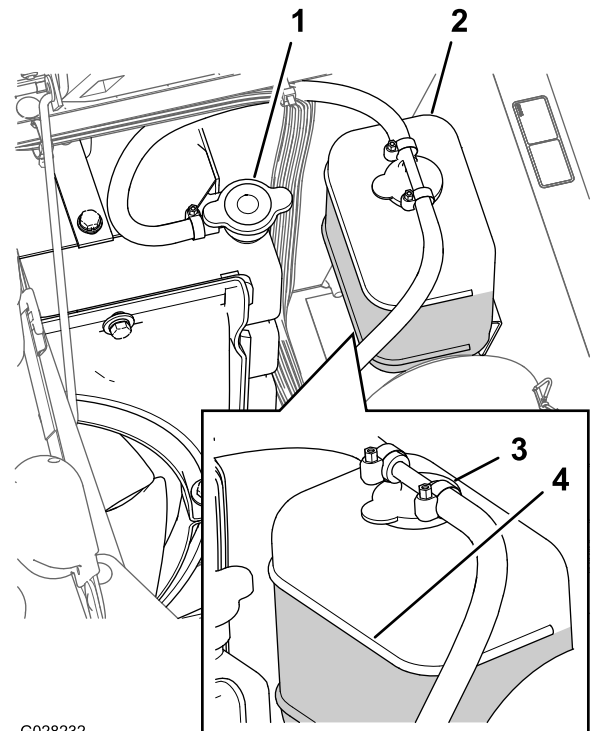

Figura 93
3. Retire cuidadosamente el tapón del radiador y el tapón del depósito de expansión (Figura 93).
**Nota:** El radiador debe llenarse hasta la parte superior del cuello de llenado, y el depósito de expansión debe llenarse hasta la marca Lleno del depósito (Figura 93).
5. Si el nivel de refrigerante es bajo, retire el tapón del depósito de expansión y el tapón del radiador, y llene el depósito de expansión hasta la marca Lleno (Figura 93) y el radiador hasta la parte superior del cuello de llenado ( ).
6. Coloque el tapón del radiador y el tapón del depósito de expansión (Figura 93).
2. Espere hasta que se haya enfriado el motor, luego retire el tapón del radiador (Figura 93).
6. Retire el tapón del radiador (Figura 93).
8. Arranque el motor con el tapón del radiador aflojado (Figura 93).
10. Una vez que el refrigerante se ha calentado, añada más refrigerante hasta que el nivel llegue a la superficie sellante del tapón, y apriete el tapón (Figura 93).
11. Abra el tapón del depósito de expansión y llene el depósito con refrigerante hasta el nivel de "Frío" (Figura 93).